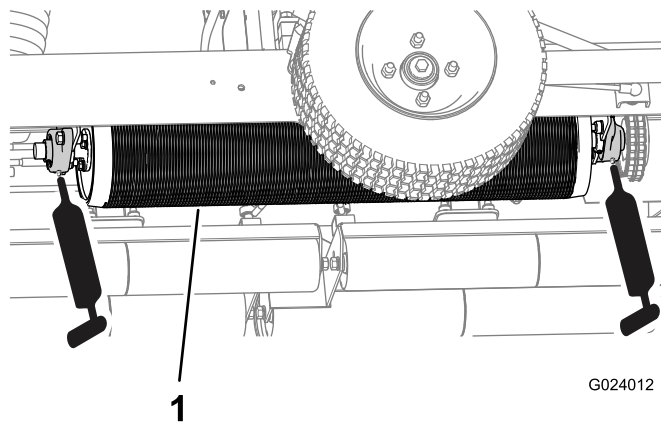
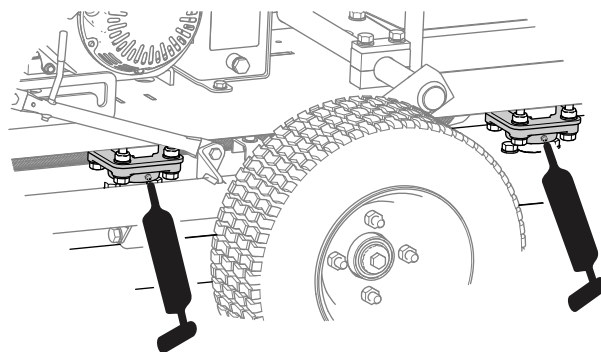

Figura 23
Figura 24
2. Bombee grasa en las zonas indicadas en Figura 23 y Figura 24.